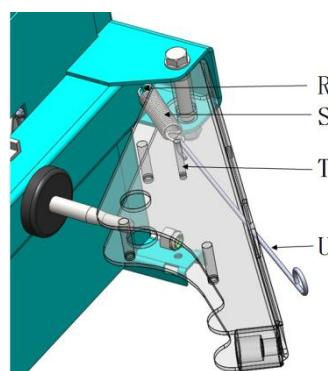

Fig. 9
- Plaats vervolgens de veer (S, fig.9) eerst goed in de machine, zodat deze goed vastzit en trek de veer vervolgens met een veerhaak (U, fig.9) uit en plaats deze om de veerpin (T, fig.9) in de hielbrekerarm. Onthaak nu de veerhaak (U, fig.9).